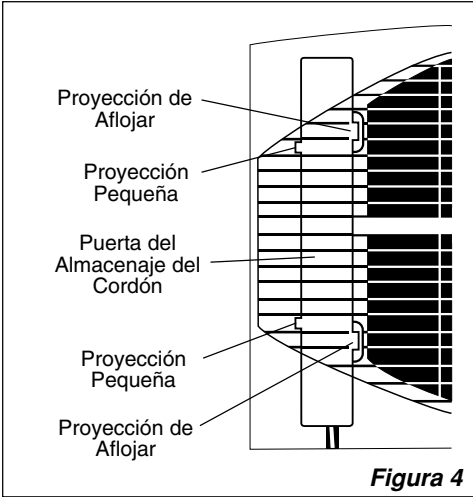

Figura 4
- 1. Empujar las Proyecciones de Aflojar (2) de la Puerta del Almacenaje del Cordón hacia la izquierda y mover la puerta hacia arriba y hacia afuera. (Figura 4)
- 4. Para volver a instalar la Puerta del Almacenaje del Cordón, alinear las Proyecciones Pequeñas (2) con sus Ranuras respectivas, mover la Puerta hacia abajo y empujar hasta que las Proyecciones de Aflojar agarren. (Figura 4)